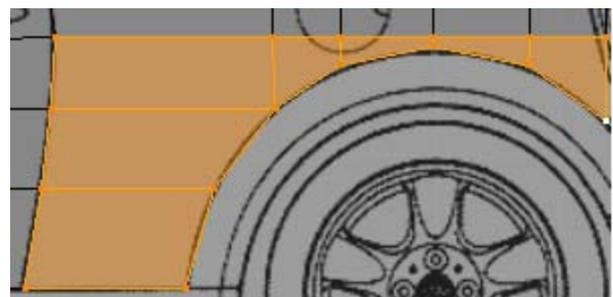

Figura 4.53
7. Seleccione 4 a 4 os vértices da aba lateral traseira e crie faces entre eles, **[F]**, figura 4.53.